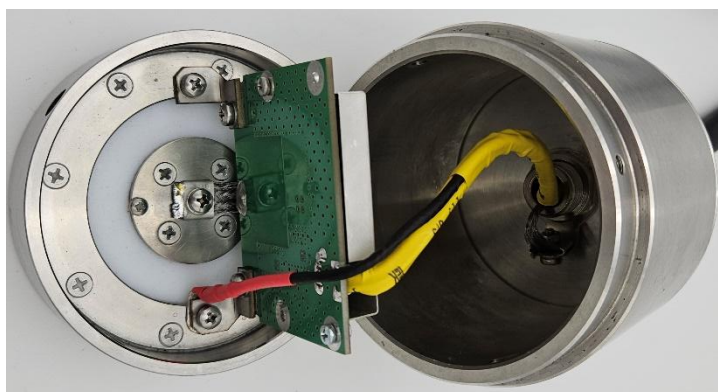

Рисунок 2.
2. Аккуратно снять сенсорную головку. Отвернуть три винта крепления электронной платы к сенсорной головке и установить плату на новую сенсорную головку (см. рис.2). Важно сильно не оттягивать плату от основного корпуса датчика во избежание повреждения сигнального кабеля.